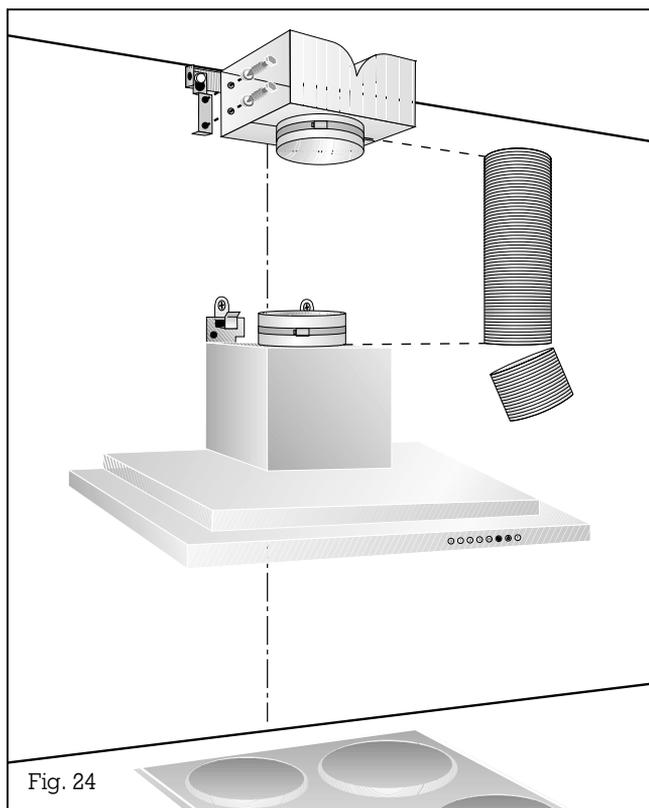

Fig. 24
- Tagliate il tubo flessibile alla lunghezza giusta e fissatelo con le fascette (Fig. 24).